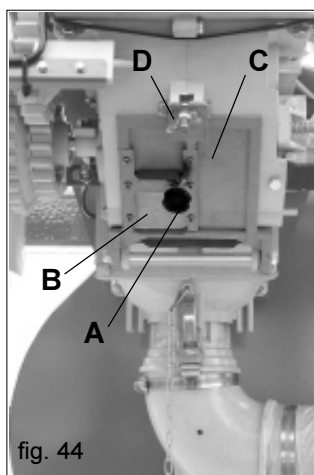

fig. 44
- a) placer un sac ou un bac sous la porte de déchargement de l'appareil doseur. Puis, dévisser la poignée (A Fig. 44) pour décharger le contenu de la trémie par le portillon (B). Enfin, ouvrir la porte de déchargement (C Fig. 44) en dévissant l'écrou à ailettes (D Fig. 44) pour vider le contenu restant à l'intérieur du doseur;